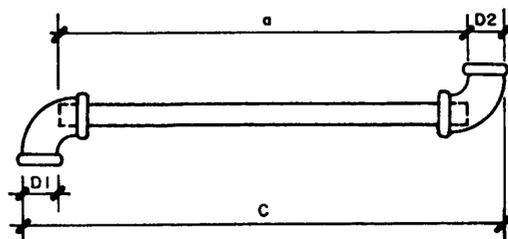

Fig. 6
2. Dada la medida de "cabeza a cabeza", letra "C", (fig. 6), conseguir la medida "a" del tubo, restando de "C" la suma de los diámetros de las conexiones,  $D1 + D2$  (fig. 6).